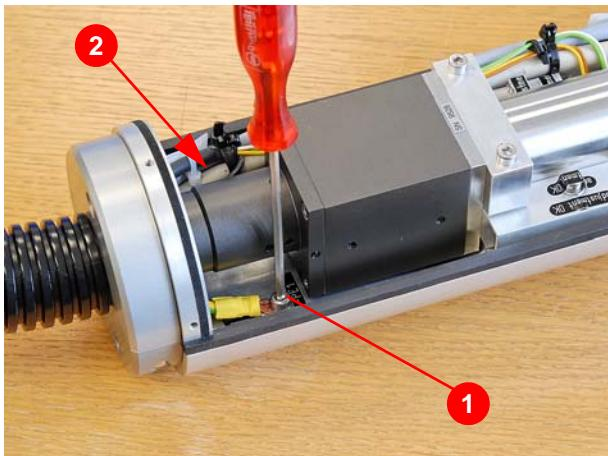

Abbildung 8.69 PE-Anschluß Laserkopf
59. PE-Anschluß im Laserkopf -PE1 (1) (Abbildung 8.69) und den gegenüberliegenden Schirmanschluß -SK1 (2) im Laserkopf befestigen.